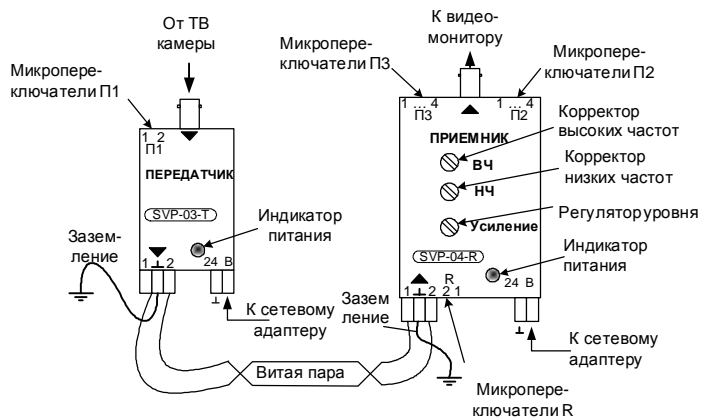
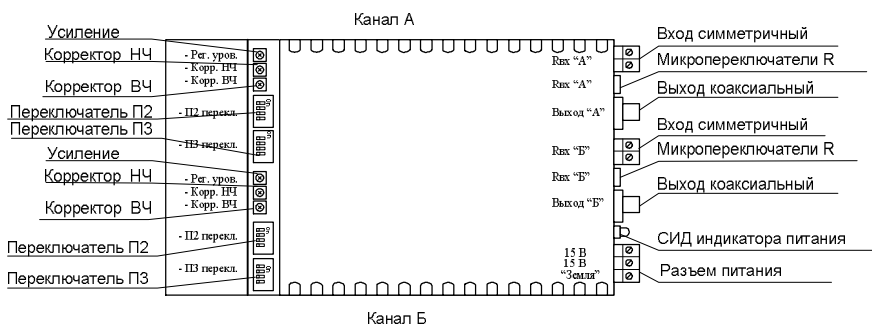

Рис. 1. Схема подключения и расположения органов регулировки SVP-03T(SVP-03TC), SVP-04R
Рис. 2. Расположение органов регулировки и индикации SVP-04-2Rack
3.2.2. Установить устройства на вертикальных поверхностях по месту (а устройства SVP-04-2Rack установить в модульный блок SVP-RM-BP) и подключить линию связи через соответствующие разъемы с соблюдением полярности витых пар на передатчике и приемнике. Для заземления устройства использовать контакт разъема для подключения к общей шине заземления (см. рис.1 и рис. 2).